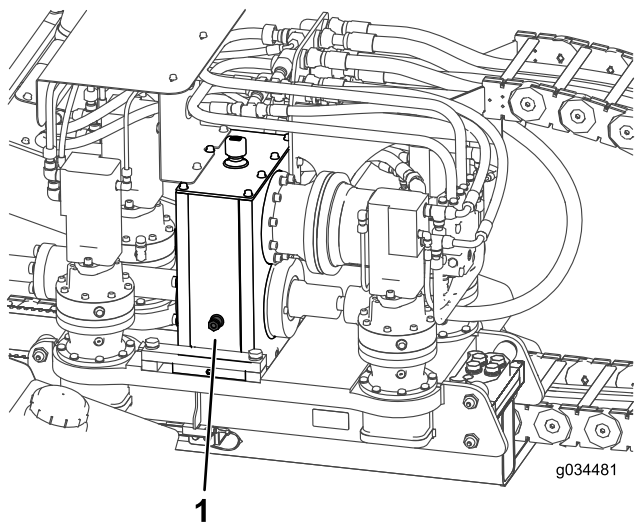

Figura 106
2. Compruebe el nivel del aceite de la mirilla de cada transmisión planetaria del motor de empuje (Figura 106).
3. Retire el tapón del respiradero y coloque aceite en la transmisión planetaria hasta que el nivel del aceite en la mirilla esté al menos lleno hasta la mitad (Figura 106).
2. Compruebe el nivel de aceite de la mirilla de la transmisión de la caja de engranajes (Figura 106).
3. Retire el tapón del respiradero y coloque aceite en la transmisión de la caja de engranajes hasta que el nivel de aceite en la mirilla esté al menos lleno hasta la mitad (**Figura 106**).
8. Llene la caja de engranajes hasta que el nivel de aceite en la mirilla esté a más de la mitad (Figura 106).